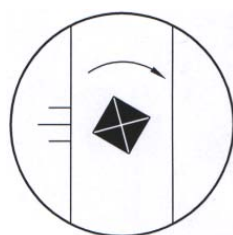

Abbildung 6-19 Falsches Bild
6. Sollte das Bild wie in Abbildung 6-19 dargestellt werden, müsse Sie die Schraube noch mal lösen und den Eindringstempel leicht drehen. Führen Sie Schritte 2-5 so lange aus, bis Sie das richtige Bild bekommen.